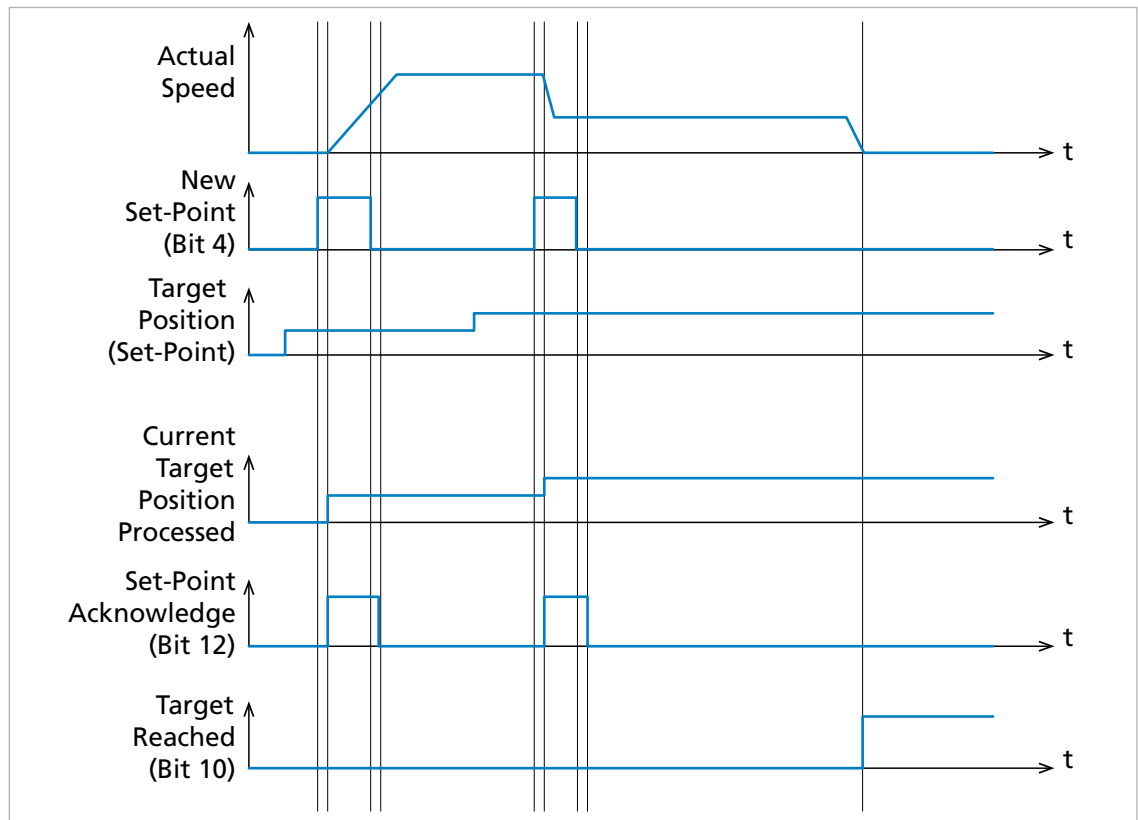

Abb. 29: Handshaking Procedure für eine Folge von Sollwerten bei sofortiger Sollwertübernahme
-  Im abgebildeten Beispiel (siehe Abb. 29) wurden mit dem neuen Sollwert auch neue Vorgaben für die Beschleunigung bzw. der Geschwindigkeit übermittelt, erkennbar an der Veränderung des Geschwindigkeitsprofils (Actual Speed).